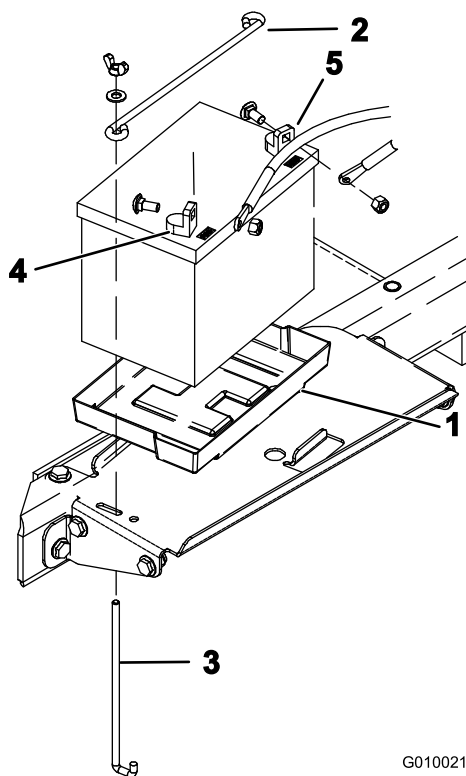

Figure 49
- A. Déposez la tige de maintien supérieure et les tiges de maintien latérales qui maintiennent la batterie sur son support (Figure 49).
6. Insérez la batterie dans son compartiment, sur le support, comme montré à la Figure 49.